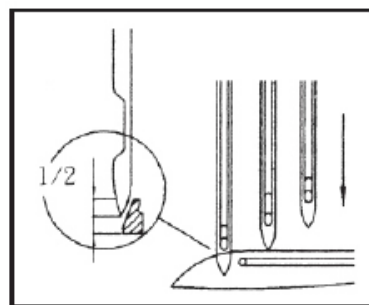
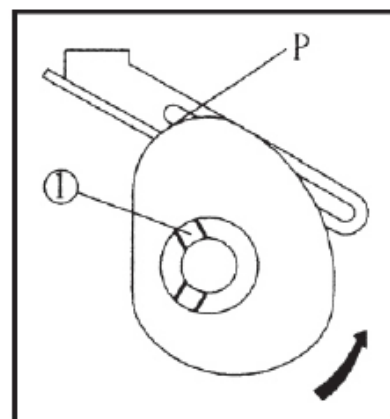

Рис. 37
Рис. 38
1. Положение нитепритягивателя показано на Рис. 38
2. Когда игла опускается из крайнего верхнего положения, и конец левой иглы достигает примерно 1/2 положения петлителя, (Рис. 37), нить петлителя должна проходить через крайнее верхнее положение (Р) кулачка. (Рис. 38)